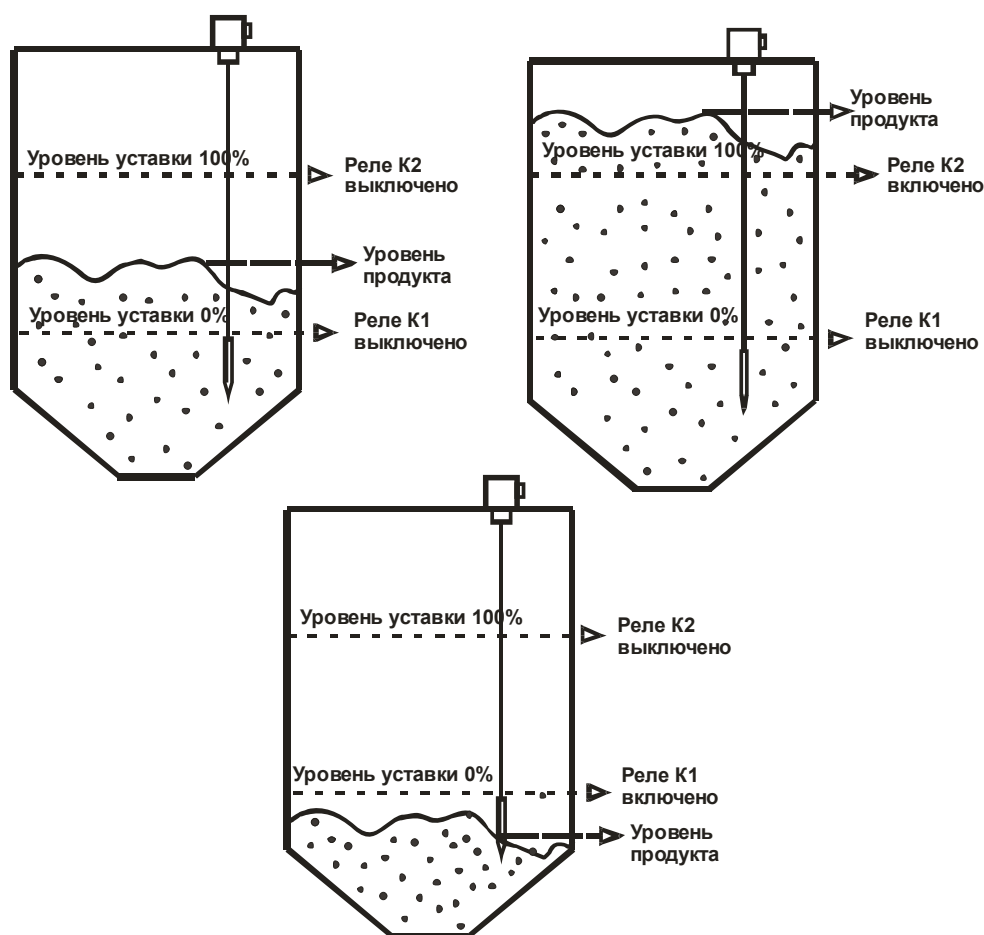

Рис.5. Состояния реле К1 и К2 в двухпороговом режиме работы (режим 2).
1.3.8 Режим 2. Двухпороговый режим (см.рис.5). В данном режиме происходит независимая сигнализация о достижении предельного нижнего или предельного верхнего уровней.
Достижение запрограммированных нижнего и верхнего уровней сигнализируется с помощью реле К1 – нижний уровень и реле К2 – верхний уровень. (табл. 6, рис. 5).